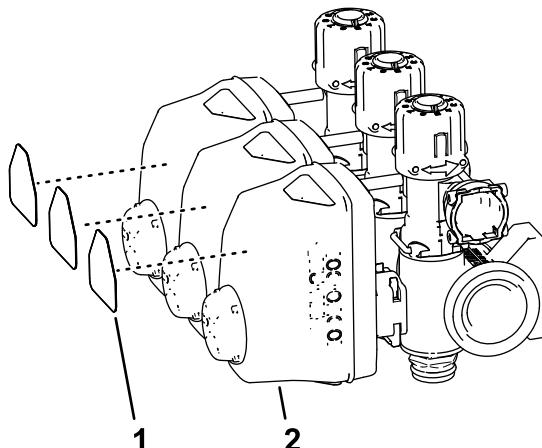

Bild 70
5. Entfernen Sie die Aufkleber von den Aktuatoren der drei Abschnittventile (Bild 70).